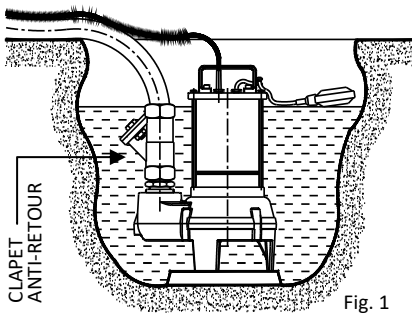

Fig. 1
de gravier, débris, boue, etc., intervenir en réalisant une base d'appui régulière et surélevée (Fig 1).
- Pour éviter de reflux du collecteur d'évacuation, installer un clapet anti-retour après le refoulement de la pompe (Fig. 1).